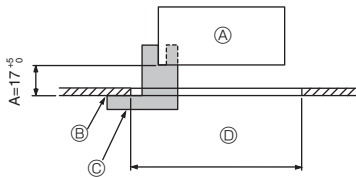

Fig. 6-2
①	ตะแกรง	1	950 × 950 (มม.)
②	เกจติดตั้ง	1	(แบ่งออกเป็น 4 ส่วน)
③	สกรู (4 × 16)	1	สำหรับรุ่น PLP-6EAE, PLP-6EALME, PLP-6EAJE
④	ฝาครอบมุม i-see Sensor	1	สำหรับรุ่น PLP-6EAE, PLP-6EALME, PLP-6EAJE
⑤	รีโมทคอนโทรลไร้สาย	1	สำหรับรุ่น PLP-6EALM, PLP-6EALME
⑥	ที่วางรีโมทคอนโทรล	1	มีมาให้เมื่อติดตั้งกับรีโมทคอนโทรลแบบไร้สาย
⑦	แบตเตอรี่ LR6 AA	2	มีมาให้เมื่อติดตั้งกับรีโมทคอนโทรลแบบไร้สาย
⑧	สกรูเกลียวปลาย 3.5 × 16	2	มีมาให้เมื่อติดตั้งกับรีโมทคอนโทรลแบบไร้สาย
6.2. การเตรียมการติดตั้งตะแกรง (Fig. 6-2)
- ใช้เกจ ② ที่ให้มาพร้อมเครื่องมือชุดนี้ ปรับและเช็คตำแหน่งของเครื่องหลักให้ติดกับพื้นผิวของเพดาน หากเครื่องหลักติดตั้งในตำแหน่งที่ไม่เหมาะสมกับพื้นผิวเพดาน อาจทำให้เกิดการสั่นสะเทือนของหยดน้ำ